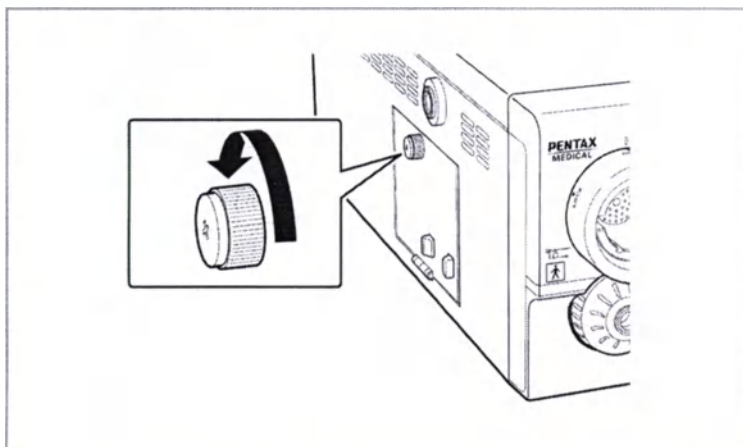

Рисунок 6.2
1. Нажмите ① для выключения видеопроцессора и выньте вилку из розетки.
2. Поверните против часовой стрелки винт на крышке корпуса лампы, поднимите крышку и убедитесь в том, что картридж лампы установлен (см. рисунок 6.2).